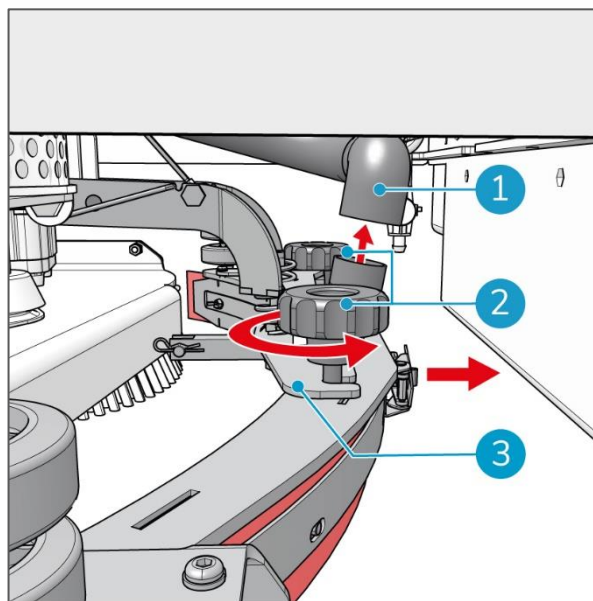

Figura 33
6. Retira la manguera de la aspiradora del conector de la manguera (Figura 33, pos. 1).
7. Afloja los dos mandos giratorios (Figura 33, pos. 2).
8. Tira hacia atrás del cuerpo del escurridor para sacarlo de la placa de elevación del escurridor (Figura 33, pos. 3).